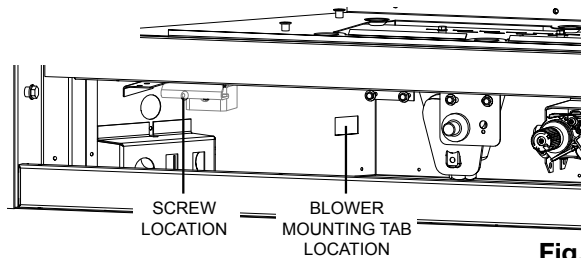

Fig. 1
- Faites pivoter la soufflerie dans le bas de l'appareil, assurez que le joint d'étanchéité reste en place entre le soufflerie et le foyer pendant que vous glissez le soufflerie contre la côté gauche dans la patte du montage du soufflerie. Fixer en place utilisant une vis, voir Figure 1 et 2.